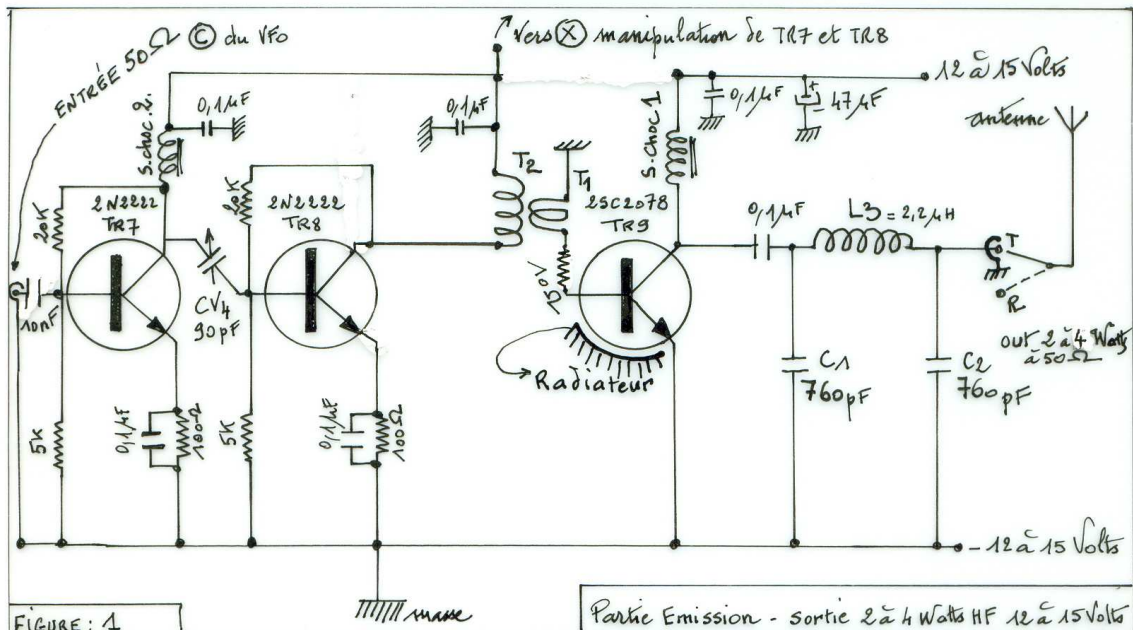

FIGURE: 1
2) Le Schéma (figure 1 planche 7)
Reportons nous à la « figure 1- planche 7 » les transistors TR7 et TR8 sont alimenté sous + 12 volts au point X qui est relié au transistor TR10 (2N2905 de la « figure 4 planche 7 »). Ce transistor PNP commandé par le manipulateur morse assure alternativement au rythme de la manipulation la commande de l'alimentation de TR7 et TR8. Par ce système la pureté CW est garantie sans clics.
Elle suppose que le VFO de la « figure 1-planche 5 » soit terminé en état de fonctionnement. Faute de posséder un « Grid-dip » nous lui substituerons le VFO mais, disposer d'un « ROS/wattmètre » et d'une charge fictive 50 ohms sont impératifs pour les mesures.